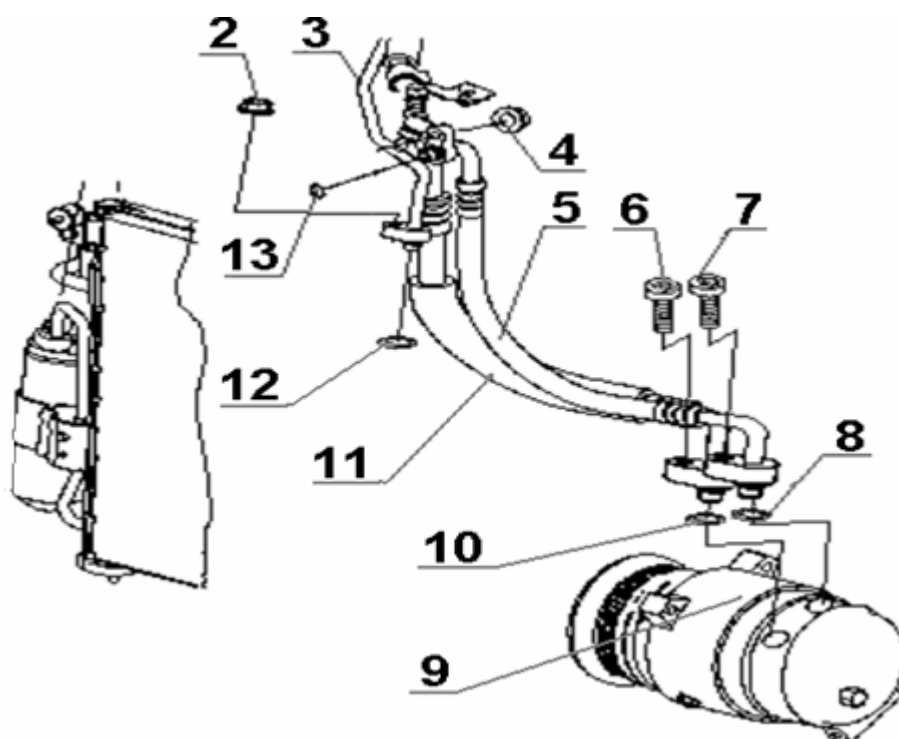

Рис. 3
4. Проверить систему на герметичность (См. «Инструкцию по эксплуатации заправочной установки»). При необходимости устранить негерметичность системы кондиционирования воздуха методом замены вышедших из строя деталей и узлов. (См. Рис. 3)